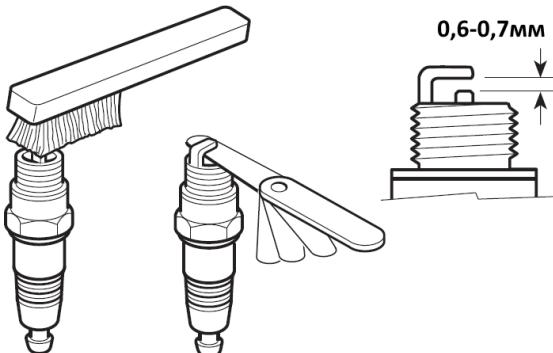

Рис.8
2.Регулярно перевіряйте стан свічки запалювання. При необхідності очистіть електроди від нагару та підрегулюйте зазор, який має дорівнювати 0.6 мм.(рис.8)